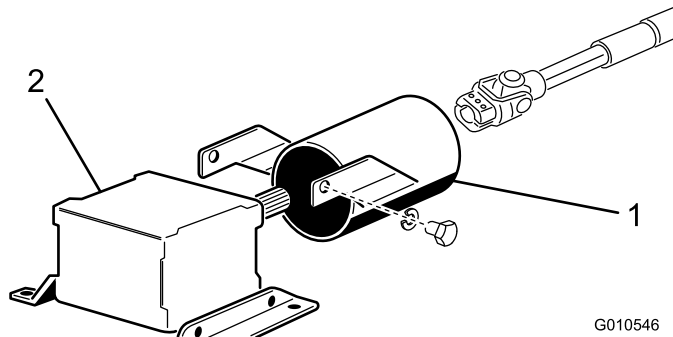

Bild 8
3. Entfernen Sie die zwei Schrauben und Sicherungsscheiben, mit denen die Befestigungshalterungen der ZWA-Schutzvorrichtung am Getriebe befestigt sind (Bild 8). Bewahren Sie die Befestigungen für eine spätere Installation auf.
4. Schieben Sie die Schutzvorrichtung der Zapfwelle auf die Zapfwelle, bringen Sie die Schutzvorrichtung so an, wie in Bild 8 dargestellt.